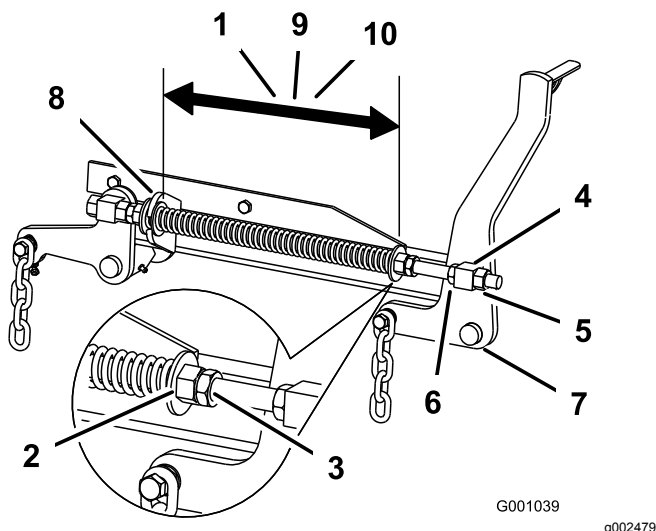

Figura 107
cortador de 132 cm, 26,7 cm para plataformas de cortador de 152 cm ou 29,2 cm para plataformas de cortador de 183 cm (Figura 107).
- Ajuste esta distância desapertando a porca de bloqueio da mola e rodando a porca em frente de cada mola (Figura 107).
- Bloqueie a porca na posição apertando a porca de bloqueio da mola (Figura 107).